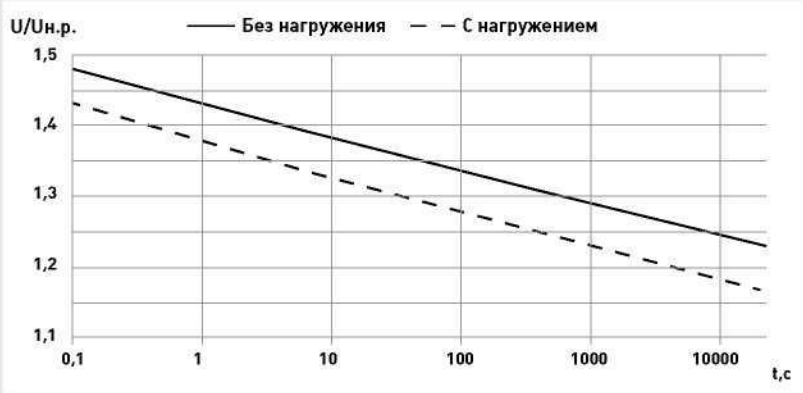

Рис. 1. Характеристика «напряжение - время» ОПН-КР/TEL
2.2. Характеристика «напряжение - время» ОПН-КР/TEL представлена на рис.1.